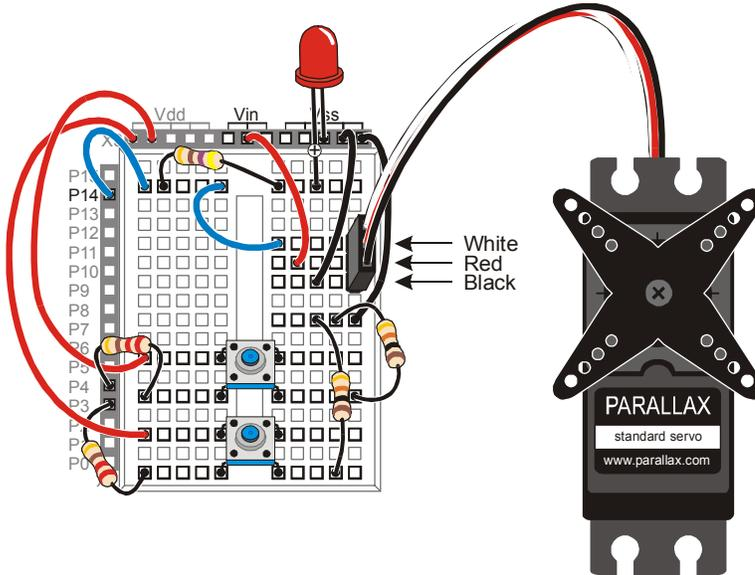

Figura 4-22
- Alla Figura 4-22 se state usando la HomeWork Board